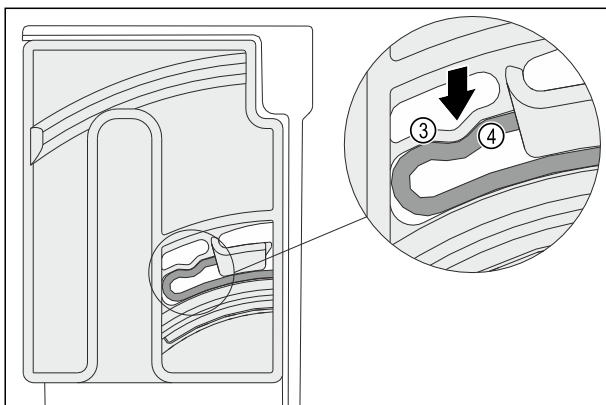

Fig. 101
- L'elemento elastico Fig. 101 (3) dell'unità di rotazione si innesta in modo udibile nel corpo circolare della nervatura Fig. 101 (4).